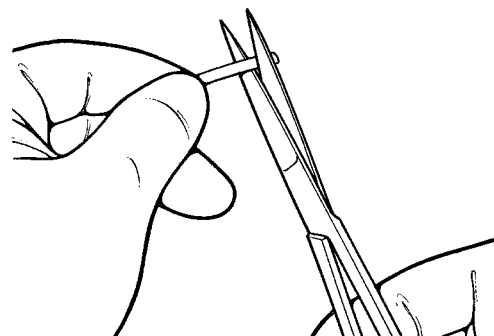

Figure 4-21. Coupez la tubulure
1. Découpez les tubulures (**figure 4-21**) en fonction de l'anatomie du patient.